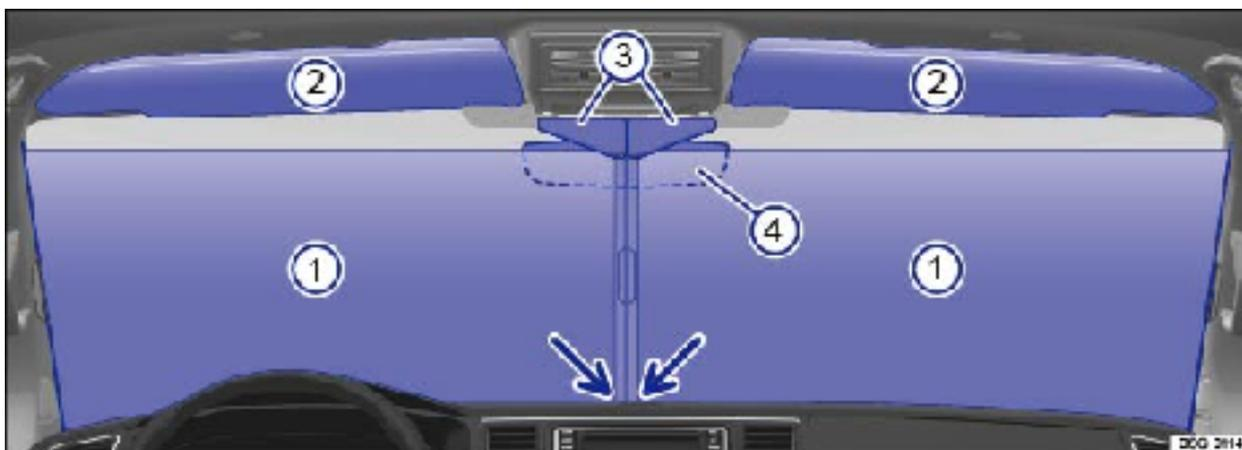

Fig. 39 Sur le pare-brise : mise en place de l'occultation intégrée du pare-brise (California Coast et Ocean)
- Rabattez le rétroviseur intérieur vers le haut ⇒ Fig. 39④.
- Dégagez les supports ③ vers le bas.
- Retirez le store opaque ① du revêtement latéral sur le pare-brise.
- Insérez d'abord la partie inférieure du store opaque dans le support correspondant sur le tableau de bord (flèches) puis poussez la partie supérieure sous le support ③ jusqu'à ce que la tige du store opaque s'encliquette dans l'alésage du support.
- Rabattez les deux pare-soleil ② pour assurer une fixation supplémentaire à l'occultation du pare-brise.